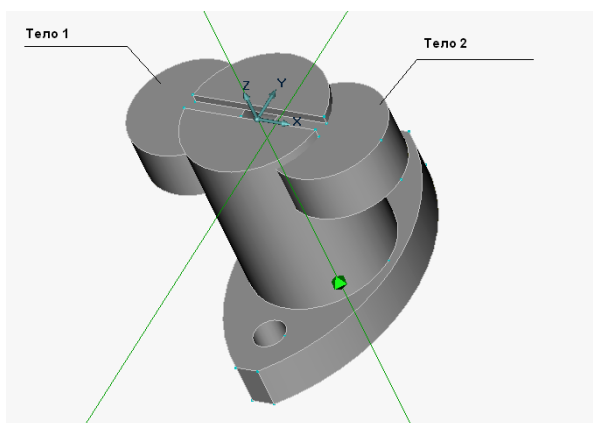

Рисунок 2.18 – Побудова 3D вікон в тілі
2. З'явиться запит профілю. Виберіть профіль 1 і 2 (рис. 2.18) і натисніть <Enter>.